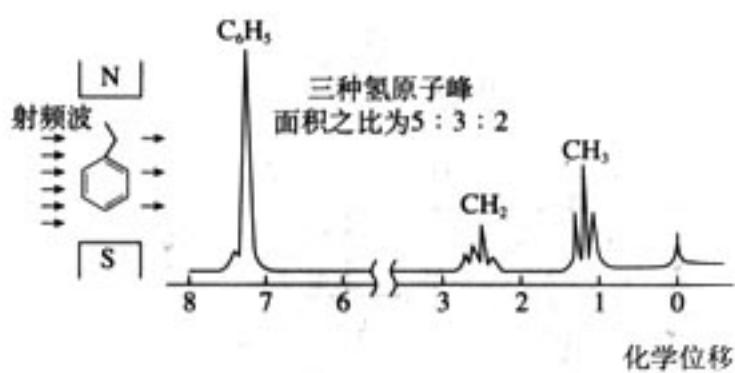
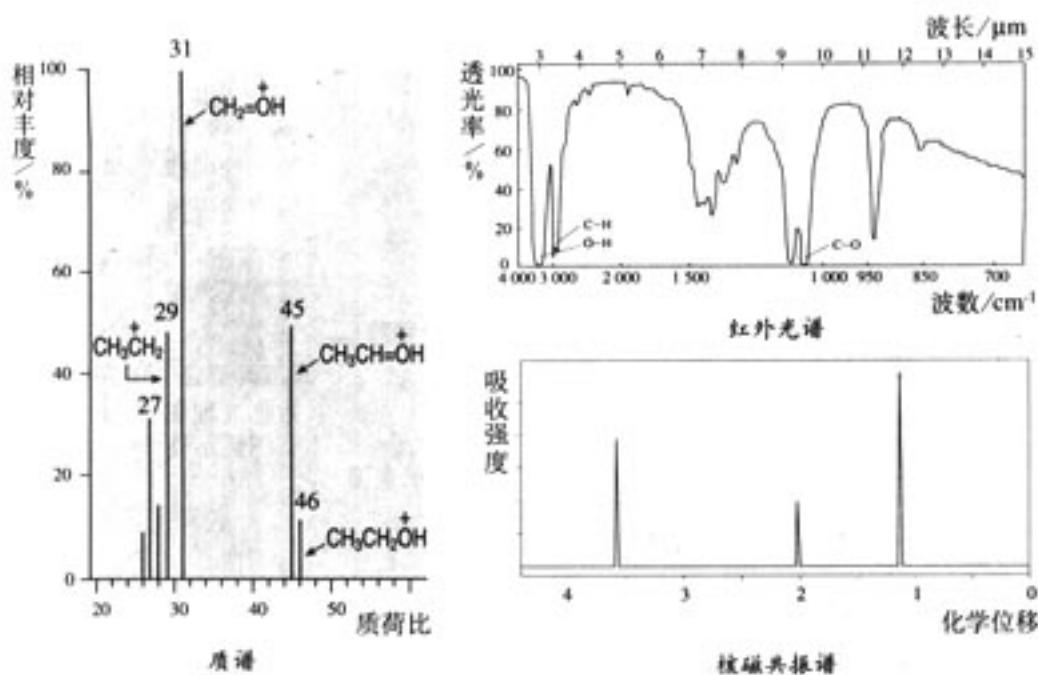

图 3-2 磁场中的乙苯与电磁波相互作用形成核磁共振氢谱示意图
图 3-3 乙醇的几种谱图
上述科学探究中, 我们通过化学实验, 利用物质在化学反应中所表现出的性质来检测、鉴别物质。在科研和生产实际中, 常常使用特定的仪器, 通过检测物质的某种物理性质或化学性质达到检出、鉴别的目的。例如, 色谱分析仪利用混合物中不同组分在同一固定相中溶解、吸附、分配、交换等作用的不同, 以电信号反映出来, 从而达到检出混合物中各组分的目的。红外光谱基于不同结构的物质对红外光吸收情况的不同, 通过测试和记录物质的红外吸收光谱曲线, 达到检测物质的目的。质谱仪利用分子受高能电子流轰击时裂解为具有不同质量的分子离子、碎片离子, 测得相对分子质量和分子结构信息。核磁共振谱仪则记录下磁场中样品的原子核与电磁波相互作用产生的核磁共振信号(如图 3-2), 信号的位置和强度提供了分子结构、分子运动等信息。红外光谱、质谱和核磁共振谱常用于有机物的结构分析①(如图 3-3)。图 3-4 所示仪器装置将混合物分离、各组分鉴定和结果处理结合在一起, 便捷、高效, 是一种比较先进的仪器分析技术。